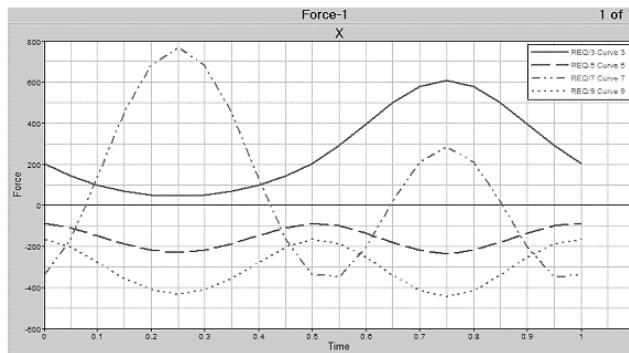

图 13-80 同一窗口创建多条曲线
- (1) 在 X type 栏中选择 Time。
- (2) 在 Y type 栏中选择 Force。
- (3) 此时文件中的数据将出现在 Y Request 列中。
- (4) 在 Y Request 栏中单击“隐藏”() 按钮，可以方便的观察 Y Request 列所有数据。
- (5) 在 Y Request 栏中，按住〈Ctrl〉键并选择 REQ/3 Curve3、REQ/5 Curve5、REQ/7 Curve7 和 REQ/9 Curve9。
- (6) 单击 OK 按钮关闭扩展对话框。
- (7) 在 Y Component 栏中选择 X。
- (8) 单击 Apply 按钮，在页面 1 上创建上述曲线。
- (9) 图 13-80 中绘制的曲线 X 轴标为 Time，Y 轴标为 Force，曲线标题为 X (Y 列数据名称)，曲线名为 Y Request 名称。